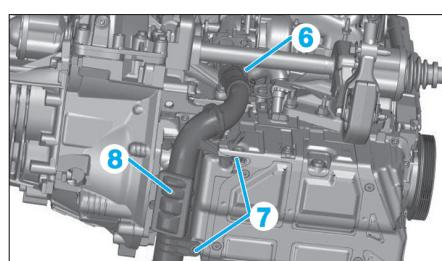

Fig. 45
- le collier (6), (Fig.45),
- les vis (7).
- Ecartez le résonateur (8).